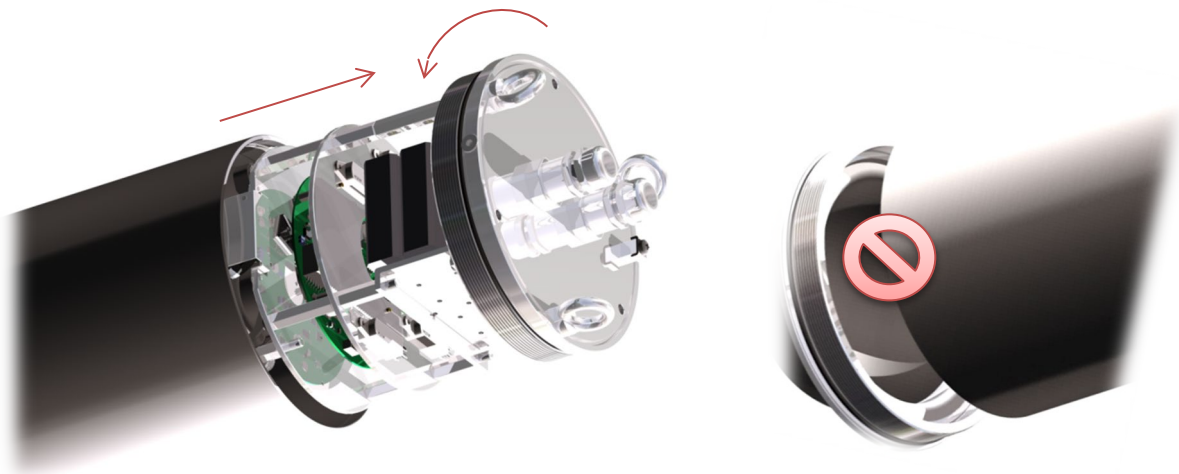

Abb.6-6: Öffnen des Deckflansches Typ T08-TNXCD
- Zu Beginn muss die Senkkopfschraube mit Innensechskant (DIN 7991) aus Edelstahl am Flanschbauteil gelöst werden (vgl. Abb.6-6).